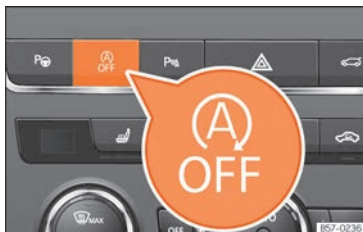

Abb. 151 Mittelkonsole: Taste des Start-Stopp-Systems.
- Um das Start-Stopp-System manuell aus-/einzuschalten, drücken Sie die Taste  **»» Abb. 151.**